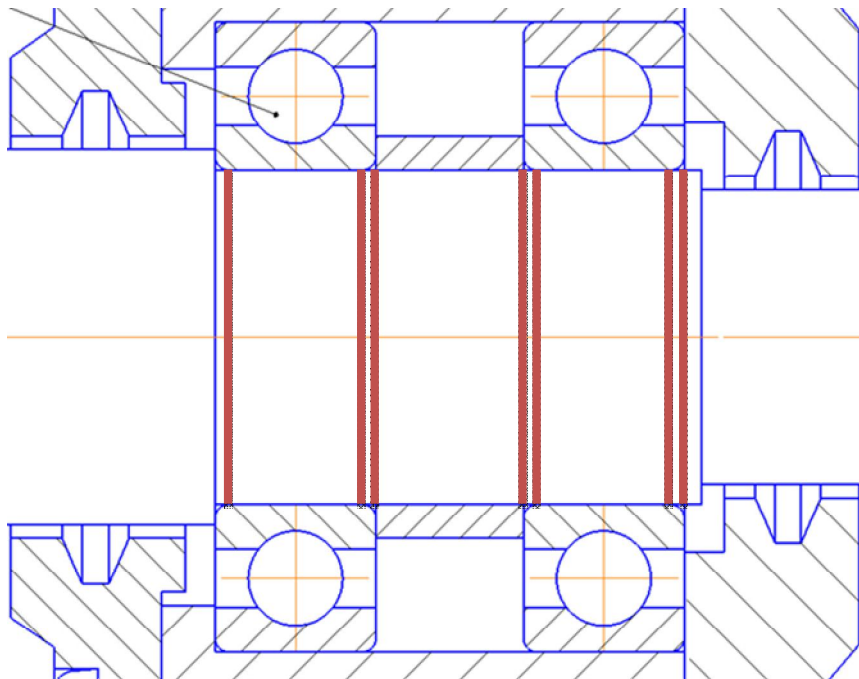

Рис. 4.68. Отрезки, которые необходимо удалить
- Выберите команду «Усечь кривую»  на панели «Редактирование»  и щелкните на указанных участках линии (рис. 4.68).